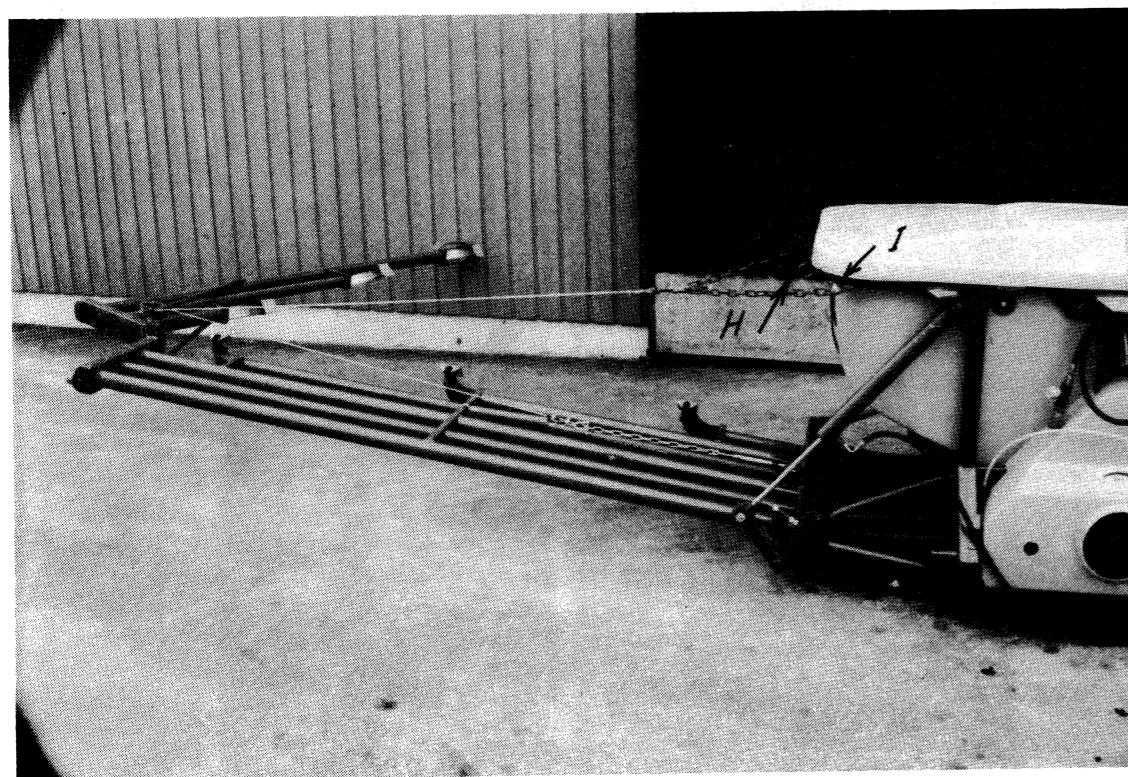

FIG. 2.
2. Lyftcylindern monteras enligt bild 2. Det är lättare att först montera kolvstångsändan och därefter övre ramfästningen.
8. Bommarnas låsklaffar H bild 2 bytes ut mot längre, till vilka utlösningssnöret fästes. Med de nya låsklaffen är bommarnas transportläge en aning utåtvinklade för att underlätta nedfällningen.